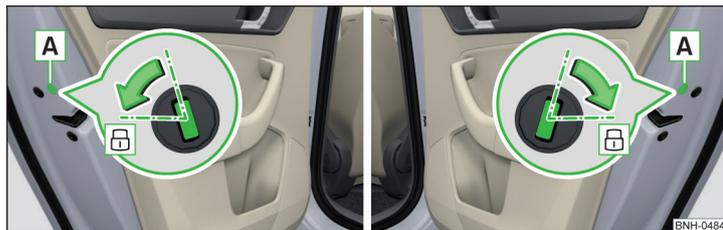

Abb. 257 Notverriegelung: Tür hinten links/rechts
- › Die entsprechende Hintertür¹⁾ öffnen und die Blende **A** entfernen » **Abb. 257**.